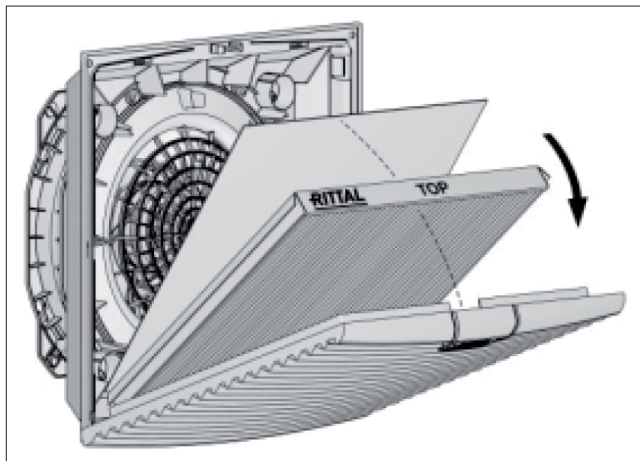

Fig. 9: Installazione del feltro plissettato IP 55
- Solo per IP 55: posizionare il feltro assorbente fornito con i feltri plissettati per IP 55 quando il feltro plissettato è già inserito (vedi fig. 9). La direzione di installazione del lato assorbente non è importante in questo caso.